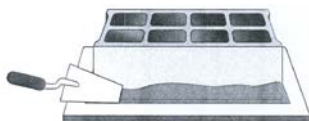

Fig.2
- Effectuer à l'aide de la truelle un lissage du pourtour du produit (Figure 2)